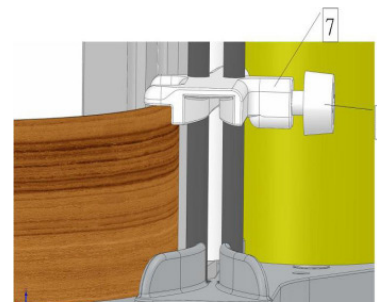

Abb. 12: Einstellen der Kantenbreite
Schritt 1: Die Schraube (6) an der Kantenführung (7) lösen und ein Kantenmuster mit der einzustellenden Breite an der Seite der Kantenführung (Abb. 12) einschieben.